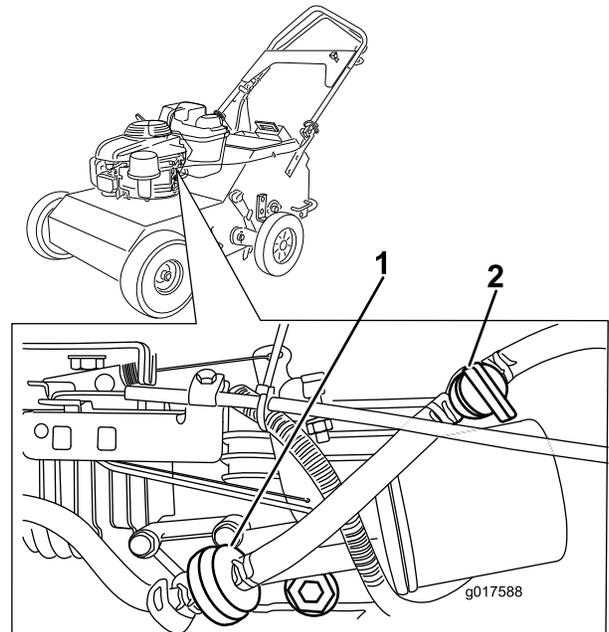

Figura 30
4. Coloque una pinza en cada lado del filtro de combustible (Figura 30) para evitar fugas de combustible al retirar el filtro.
5. Apriete los extremos de las abrazaderas y deslícelas por el tubo alejándolas del filtro (Figura 30).
7. Instale un filtro nuevo y acerque las abrazaderas al filtro (Figura 30).